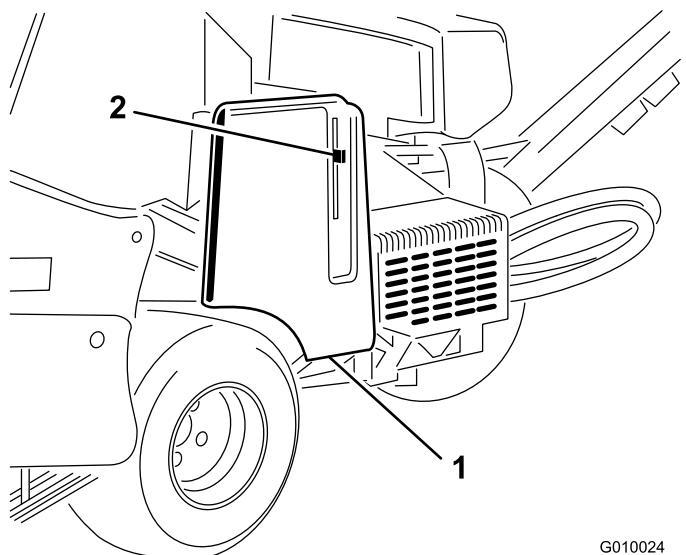

Figura 8
- Localize o furo na cobertura da correia junto da alavanca de bloqueio (Figura 8 e Figura 9).